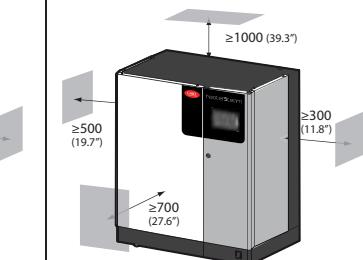

Рис. 1.б
- Увлажнитель устанавливается в вертикальном положении с проверкой уровня по уровнемеру; вокруг него необходимо оставлять достаточно свободного пространства (см. Рис. 1.б) для проведения работ по техобслуживанию.